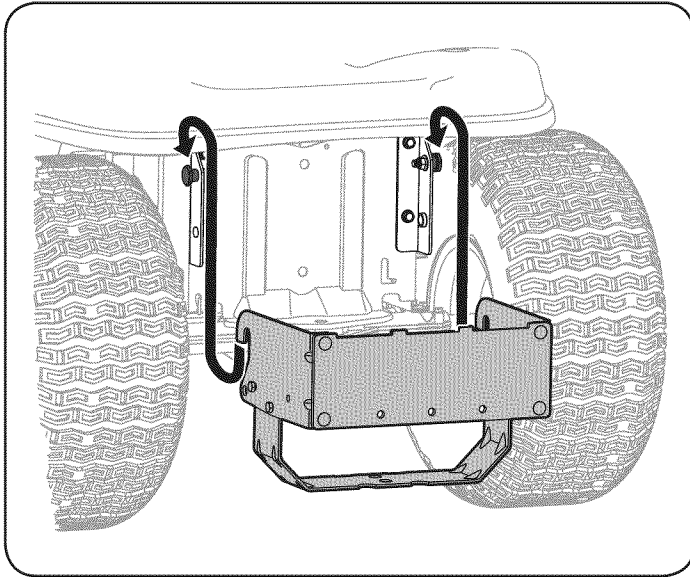

Figure 5
1. Coloque los extremos enganchados del montaje del recogedor sobre los pernos de hombro, como en la Figure 5, en el tractor y alinee el orificio de soporte de enganche en el montaje con el agujero de enganche del tractor.